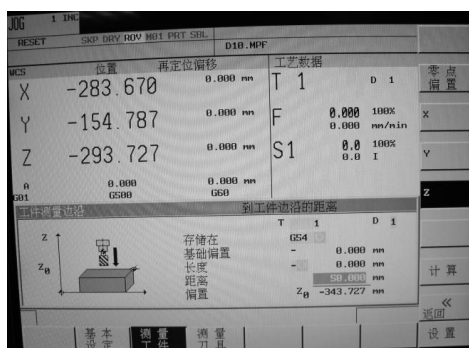

图 3-36 Z 轴设定器对刀设定
7) 按下软键“测量工件”“Z”，切换到 G54，长度“-”，在距离处输入 50，按下“计算”即可，如图 3-36 所示。